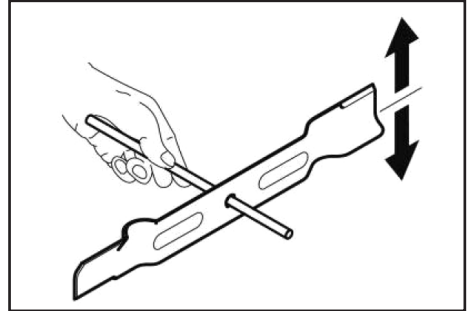

FIG.12
10.1 MAINTENANCE – FIGS.12 – 13.